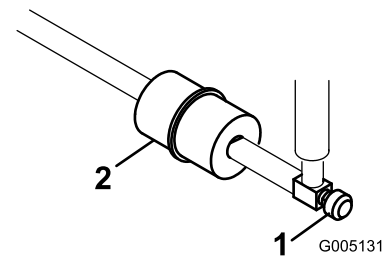

Figura 33
El filtro de combustible en línea se encuentra en el tubo de combustible, entre el depósito de combustible y el carburador (Figura 33).
1. Cierre la válvula de cierre del combustible (Figura 33).
2. Coloque un recipiente debajo del filtro, afloje la abrazadera en el lado del carburador del filtro y retire el tubo de combustible (Figura 33).
3. Afloje la otra abrazadera y retire el filtro (Figura 33).